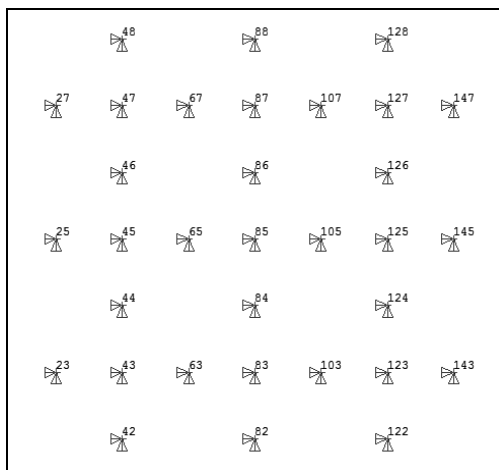

图 13-44 选择的节点
⑪显示刚才选择的节点：Utility Menu > Plot > Nodes，屏幕显示如图 13-44 所示。